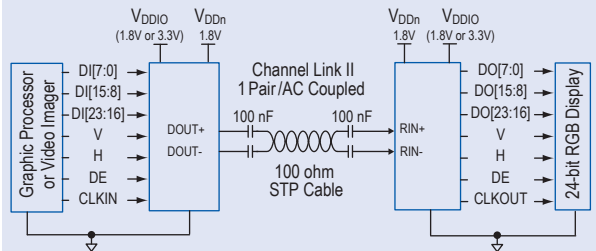

Fig. 3. 24 bit channel link.
Una trasmissione RGB a 24 bit (16 M colori) richiede 8 bit per ciascun colore accompagnati da un clock di pixel, un data enable (DE) e i segnali di sincronismo orizzontale (H) e verticale (V), per un totale di 28 segnali (fig. 3).